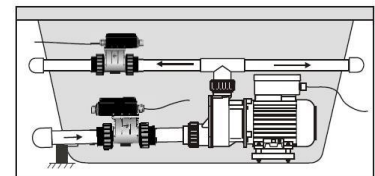

Fig. 3
3. PVC rør: (fig 3) Skær et passende stykke PVC rør/slange fra pumpens udløb/returløb og monter det på varmerens monteringsventil.